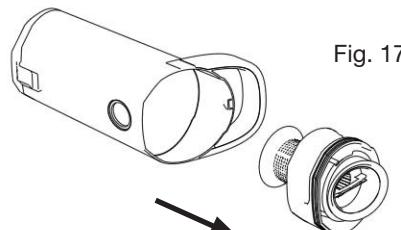

Fig. 17
2. Retirez le bloc de filtration (Fig. 17).